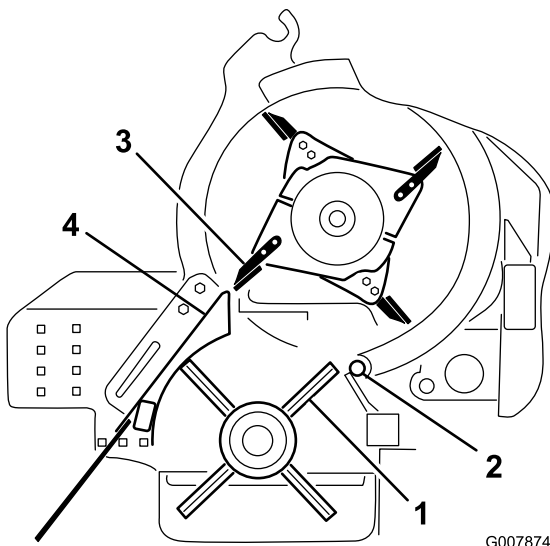

Figura 60
4. Ruotate la puleggia finché una fila della spazzola non si allinea all'angolo rotante (Figura 60).
5. Ruotate la trinciatrice finché una punta della lama non si allinea con la parte esterna dell'alloggiamento della spazzola (Figura 60).